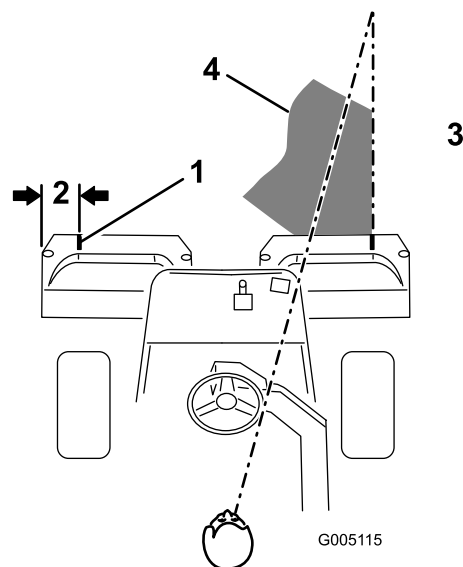
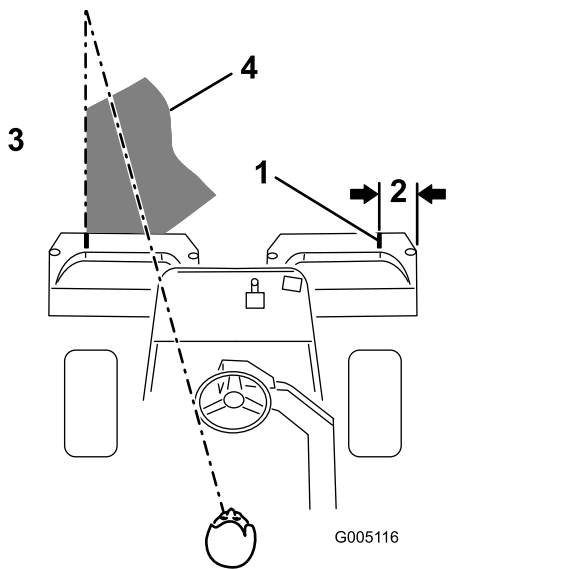

図 29
図 30
2. その位置に白色テープか白ペンキで集草箱の縁と平行に目印を入れる 図 29。
- 行きと帰りでのオーバーラップができるだけ小さくなるように運転します。グリーン内をぶれずにきれいに直進し、刈り込みの済んだ列との距離を一定に保って走るためには、車体前方 1.8 から 3 m のところに視線を置いて、刈り込み済みの済んでいる列にラインを合わせるようにするのがコツです 図 29 および 図 30。ハンドルを目印にして距離を合わせても良いでしょう。その場合、ハンドルの縁と本機前方の目標ラインとを重ねて見ながら運転します(図 29 と 図 30)。